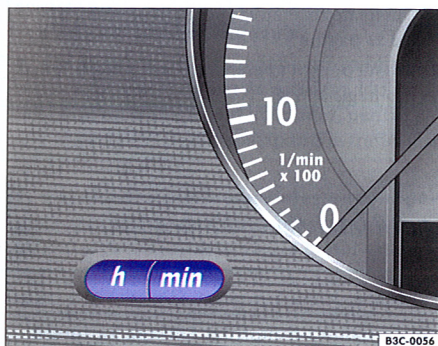

Fig. 4 Imagine din tabloul de bord: Tasta pentru reglarea ceasului
– Apăsați tasta din stânga [h] ⇒ fig. 4 scurt, pentru a regla câte o oră. Mențineți tasta apăsată, pentru a lăsa orele să curgă rapid.